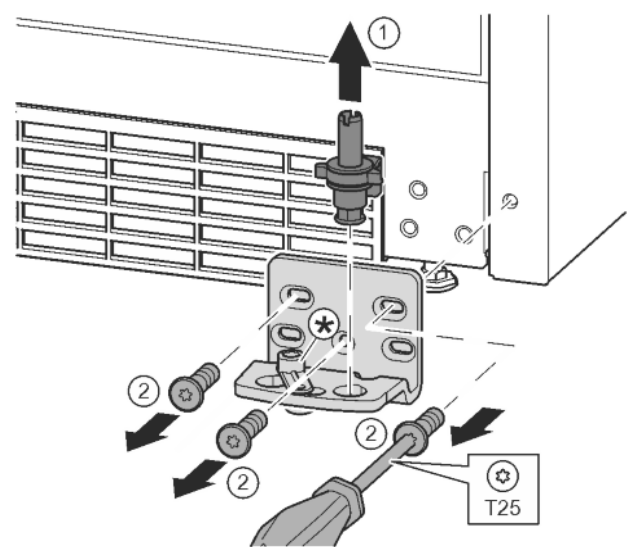

Fig. 12
- ▶ Опорный палец полностью извлечь движением вверх. Fig. 12 (1)
- ▶ Открутить винты отверткой T25 и снять опорный кронштейн. Fig. 12 (2)